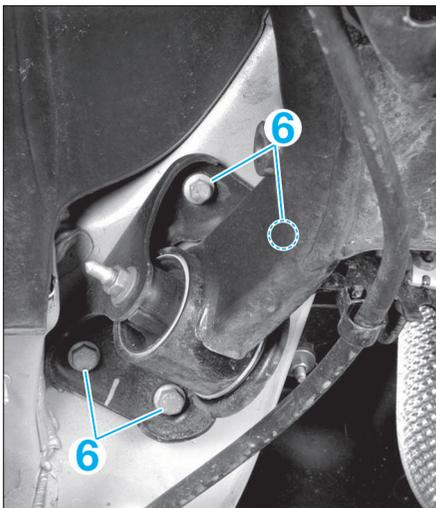

FIG. 38
- Déposer les vis (6) (de chaque côté) (Fig.38).